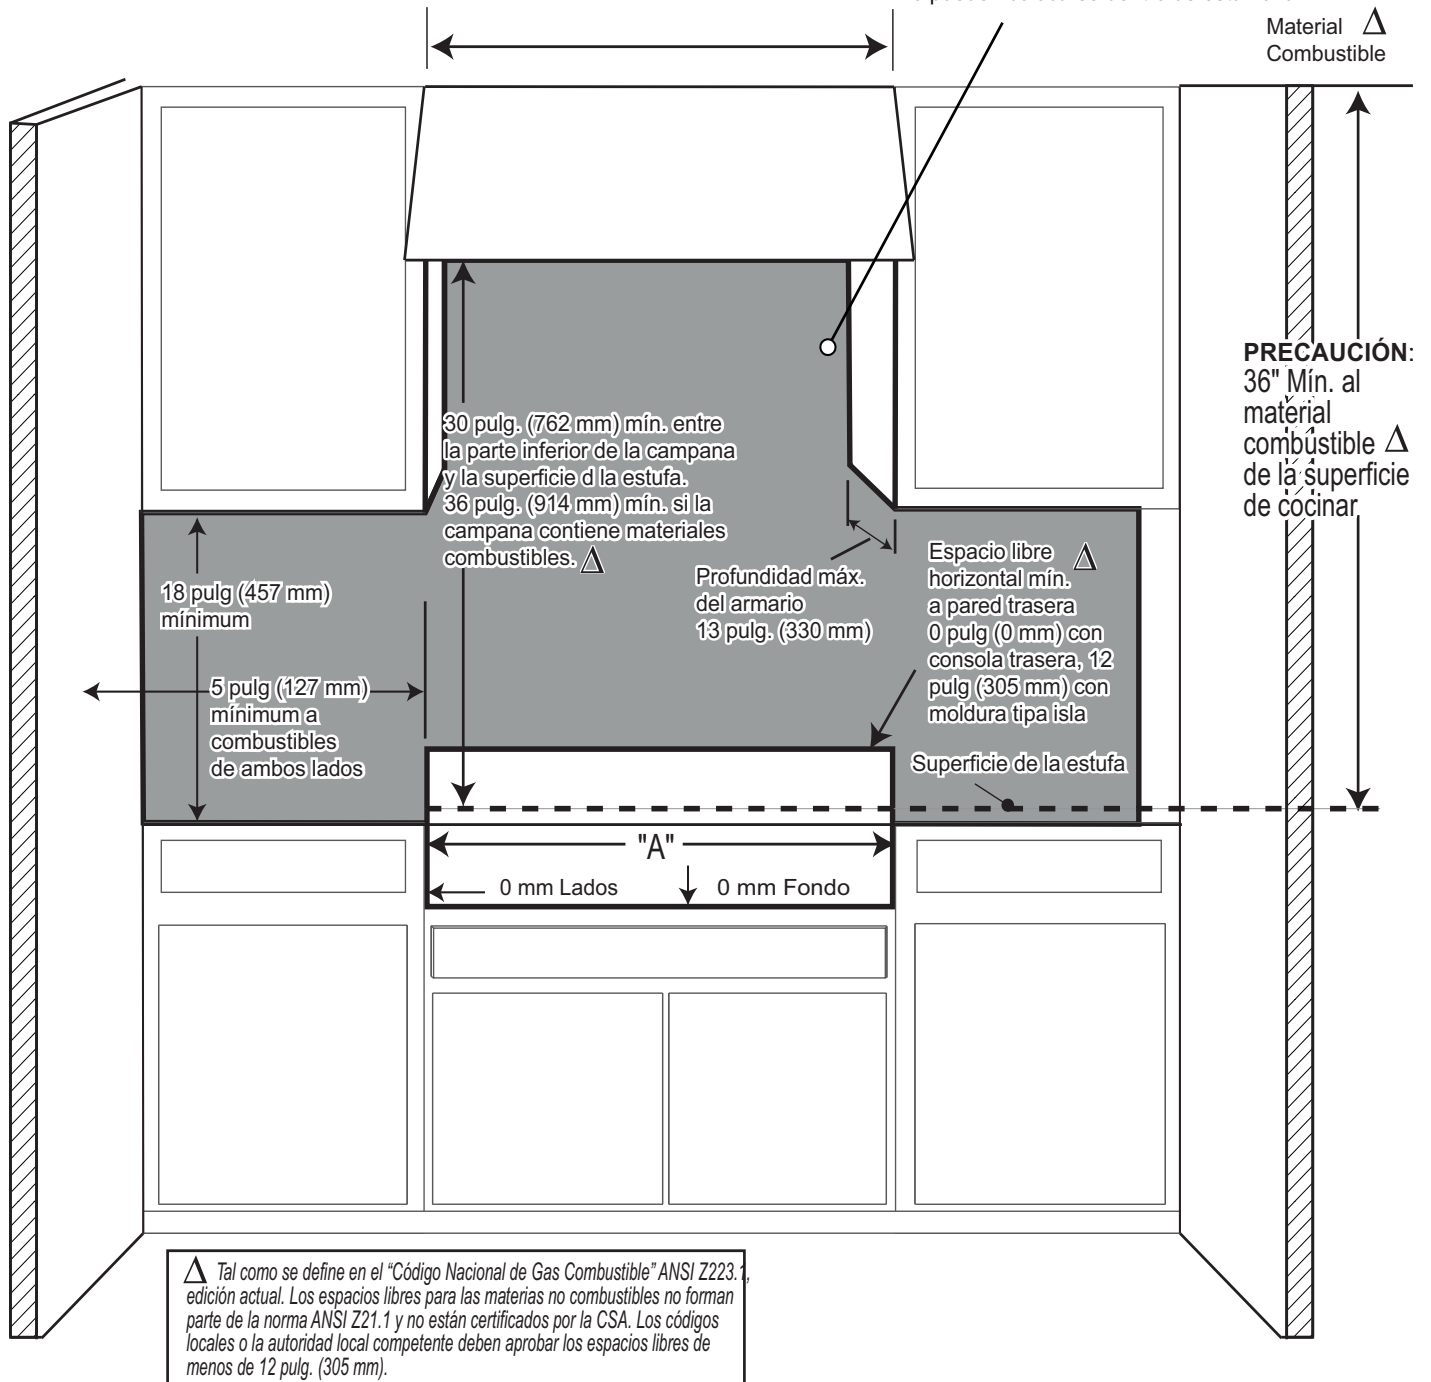

Figura 1: Requerimientos espacios libres
Cuando se utiliza el adorno de isla THERMADOR, hace falta un espacio libre trasero mínimo de 12 pulg. (305 mm) entre el aparato y la superficie combustible (vea la *Figura 1, Espacios libres para los armarios*). Los espacios libres para las materias no combustibles no forman parte de la norma ANSI Z21.1 y no están certificados por la CSA. Los códigos locales o la autoridad local competente deben aprobar los espacios libres de menos de 12 pulg. (305 mm).
7. Cuando se utiliza el adorno de isla THERMADOR, hace falta un espacio libre trasero mínimo de 12 pulg. (305 mm) entre el aparato y la superficie combustible (vea la *Figura 1*, *Espacios libres para los armarios*). Los espacios libres para las materias no combustibles no forman parte de la norma ANSI Z21.1 y no están certificados por la CSA. Los códigos locales o la autoridad local competente deben aprobar los espacios libres de menos de 12 pulg. (305 mm).